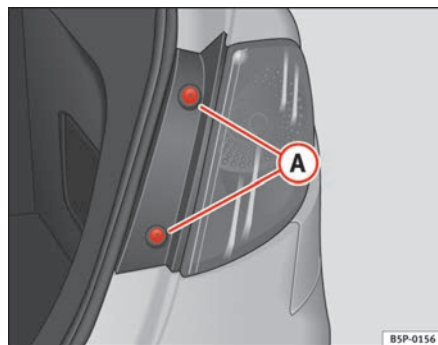

Fig. 184 Luz de población/freno
- Extraiga los tornillos ⇒ fig. 184 **A**.